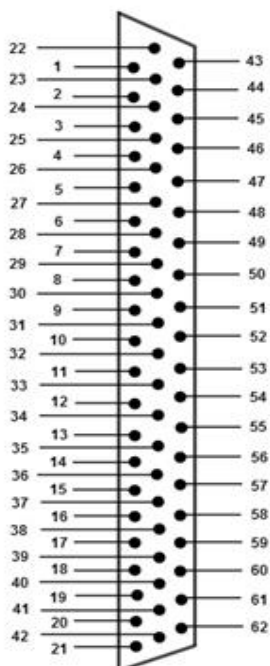
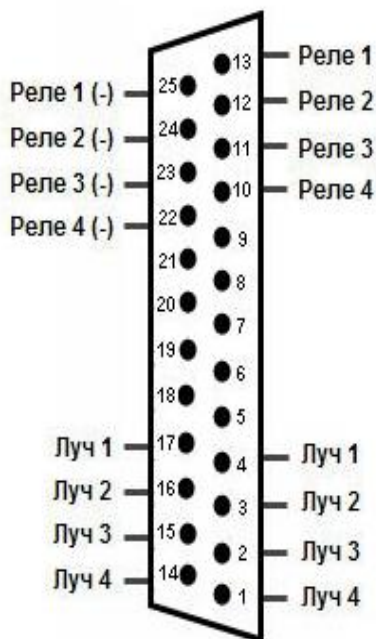

Рис. 2 Разводка внешнего разъема плат SL USBIO 16x8 и USBIO 24x4
Рис. 3 Разводка внешнего разъема платы SL USBIO 4x4
Распайка разъема поставляемого в комплекте с платами SL USBIO производится в соответствии с разводкой внешнего разъема. Разводка внешнего разъема платы SL USBIO представлена на Рис. 2 и Рис. 3:
- найти контакты нужного "луча" на разъеме в соответствии с его разводкой - Рис. 2, Рис. 3 и Табл. 1
- найти контакты нужного "реле" на разъеме в соответствии с его разводкой - Рис. 2, Рис. 3 и Табл. 1